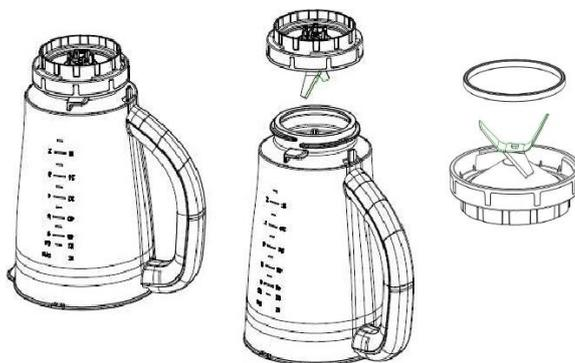

Fig. 6
2. Demontați toate componentele detașabile. Detașați cana de pe ansamblul motorului pentru a scoate ansamblul cu lame, apoi scoateți garnitura de etanșare de pe baza cănilor (a se vedea fig. 6). Scoateți garnitura de etanșare de pe capacul cănilor. Clătiți sub jet de apă cana blenderului, ansamblul cu lame, capacul cănilor și paharul gradat.